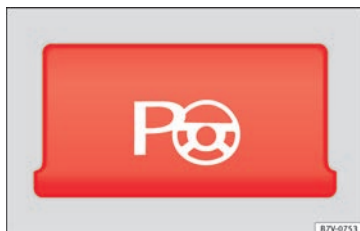

Fig. 212 Détail de la console centrale : touche pour activer manuellement l'assistant aux manœuvres de stationnement.
- Pour des places parallèles à la chaussée : appuyez sur la touche une fois à une vitesse inférieure à environ 50 km/h (31 mph). Quand la fonction est active, un témoin sur la touche » **fig. 212** s'allume.
• **Pour des places perpendiculaires à la chaussée :** appuyez sur la touche  **deux fois** à une vitesse inférieure à environ 50 km/h (31 mph). Quand la fonction est active, un témoin sur la touche  **fig. 212** s'allume.
- Appuyez sur la touche . Quand la fonction est active, un témoin sur la touche **>>> fig. 212** s'allume.